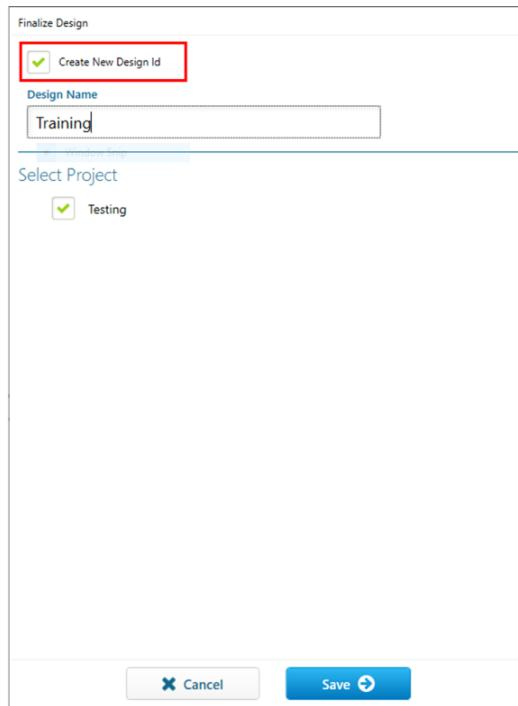
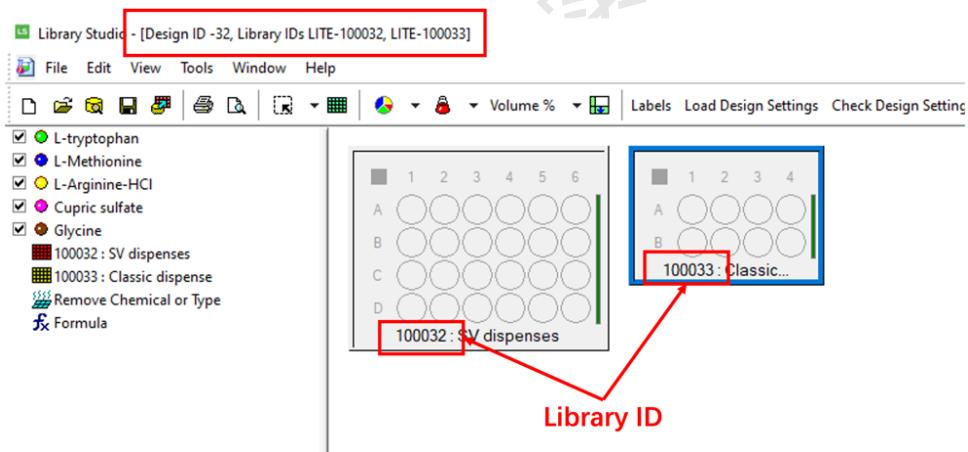

图 6-2-21
图 6-2-22
- 6) 新建 Design ID: 点击“Finalize”后, 如下“Finalize Design”窗口会跳出 (图 6-2-21)。若是全新 Design, 请务必勾选“Create New Design ID”, 并输入“Design Name”, 选择相应项目归属“Select Project”。“Save”后, 软件会自动生成唯一数字 Design ID (显示在 Library Studio 软件的标题栏中, 图 6-2-22) 对应当前实验设计, 可在后续实验中直接输入该 ID 来运行此实验, 或查询相关实验结果。该 Design ID 中的所有 Libraries 都会自动生成唯一对应编号, 显示在 Library Studio 软件界面。